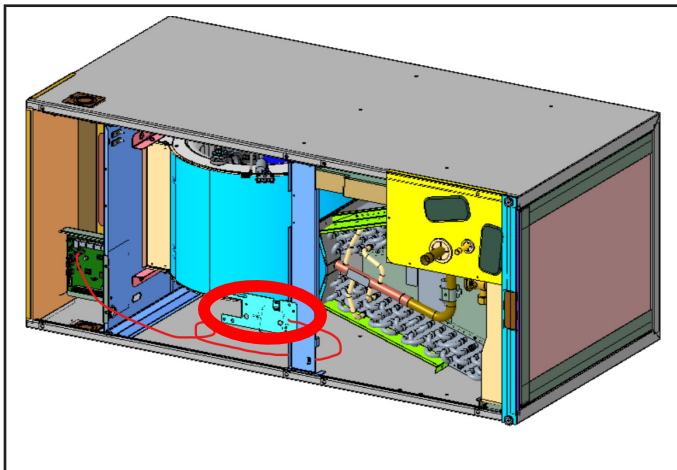
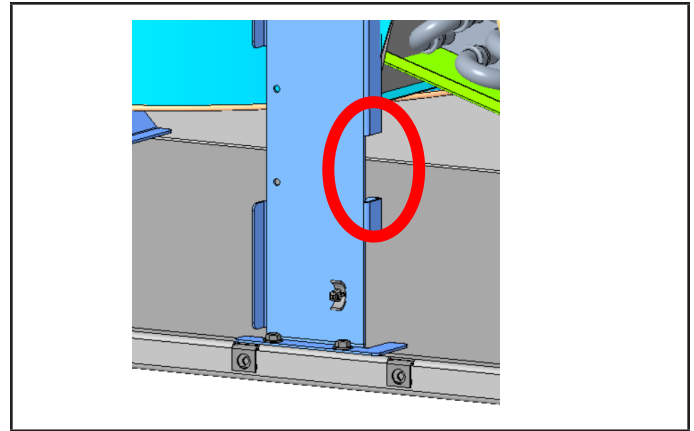

FIGURE 10
FIGURE 11
- 4 - Veillez à ce que le câble du capteur soit orienté vers la droite, vu de l'avant de l'unité. Le fil doit passer par l'ouverture fendue du support central. Reportez-vous à la FIGURE 10 et au FIGURE 11.